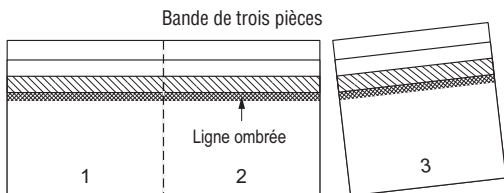

Figure 12-18 : Séparer la bande pour obtenir 3 bardeaux de faîtage.
2. Commencer à poser les pièces de recouvrement au bas de l'arête ou à un bout ou l'autre du faîte. Poser une pièce de départ dont la section inférieure a été raccourcie de 5 po (12,7 cm) (métrique : 5⁵/₈ po [14,3 cm]) (figure 12-18). Fixer le bardeau de départ à l'aide de deux clous plantés à environ 3 po (7,6 cm) du bord du versant et à 1 po (2,5 cm) de chacun des côtés. S'assurer que les clous utilisés pénètrent d'au moins 3/4 po (1,9 cm) dans la dalle ou traversent celle-ci.
3. Poser une pièce de recouvrement entière par-dessus le bardeau de départ (*figure 12-18*) et planter des clous à $5\frac{5}{8}$ po (14,3 cm) (métrique : $6\frac{1}{4}$ po [16 cm]) en haut du bord inférieur exposé et à 1 po (2,5 cm) de chacun des côtés. Les clous ne doivent pas être à découvert quand la toiture est finie. Il faut enfoncer les clous à angle droit et les têtes de clou ne doivent pas percer la surface des bardeaux.
Utiliser les bardeaux accessoires Cedar Crest pour recouvrir les faîtes et les arêtes. Détacher délicatement les pièces de bardeau avant l'installation en les pliant le long des lignes précoupées puis en détachant les pièces (voir figure 12-18). Il n'est pas nécessaire de couper les pièces. Chaque lot de bardeaux comporte 10 unités de trois pièces, pour un total de 30 pièces qui couvrent 20 pieds (6,1 m) linéaires. Chaque bardeau de 12 po x 12 po (30,5 cm x 30,5 cm) comporte une ligne ombrée caractéristique qui est visible lorsque le bardeau est installé correctement. Pour éviter les dommages pendant la pose, les bardeaux doivent être assez chauds pour pouvoir être formés correctement.